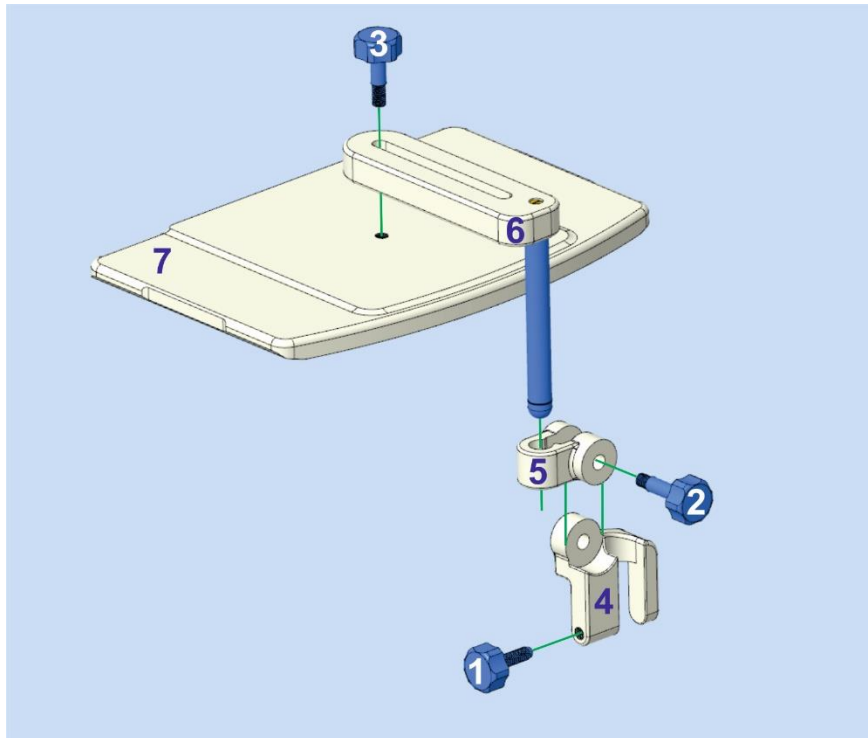

Figura 17: Assieme supporto per bobina ER in configurazione "Applicazione".
- Per i dettagli della disposizione dei componenti vedere la figura 17.